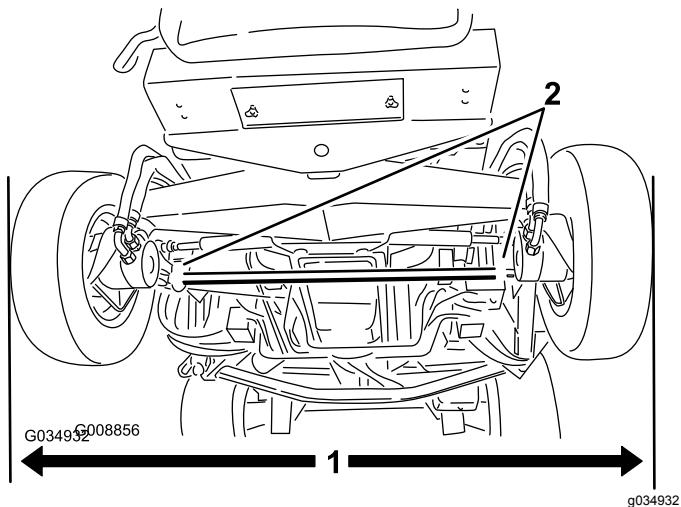

Figura 115
1. Com os pneus traseiros a direito, meça a distância exterior (no eixo da altura) à frente e atrás dos pneus traseiros (Figura 115).
2. Para efetuar o ajuste do alinhamento, desaperte os gramos em ambas as extremidades das barras de ligação (Figura 115).